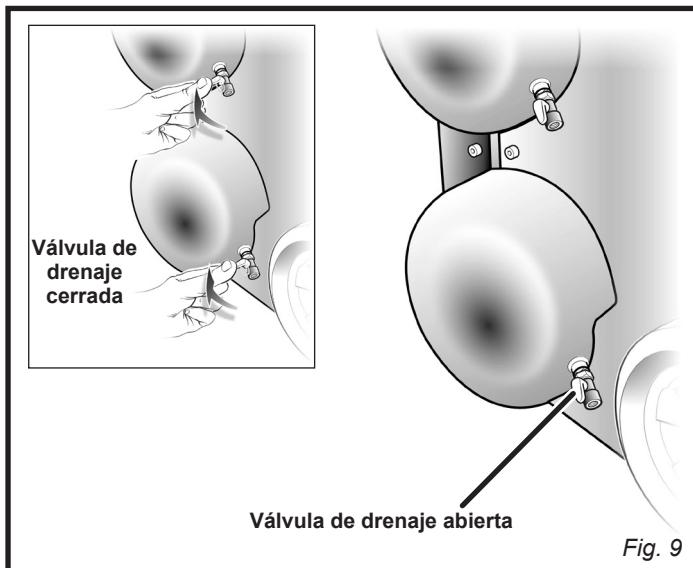

Fig. 9
- Abra la válvula de drenaje girando la manilla de la válvula de drenaje a la izquierda en 1/4 de vuelta (Fig. 9).
- Cierre la válvula de drenaje girando la manilla de la válvula de drenaje a la derecha en 1/4 de vuelta (Fig. 9).